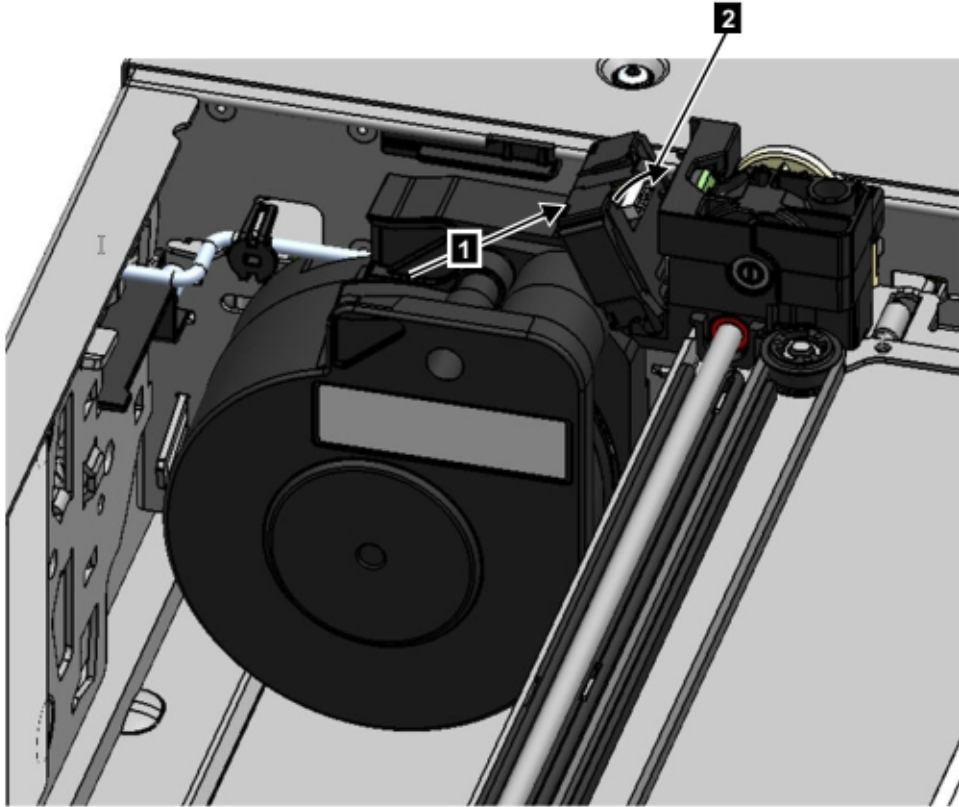

图 77. 安装电缆盘电缆
5. 将电缆盘电缆放入能够与存取器相连的槽中，然后旋转直至咬合到位。请参阅第 122 页的图 77。